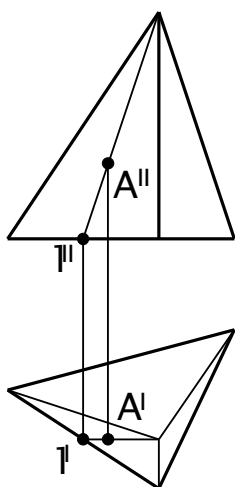

Рис. 25
4. Чтобы построить проекции точек, принадлежащих многограннику, необходимо предварительно построить линию на заданной поверхности, а затем на проекциях этой линии построить проекции искомых точек (Рис.25).